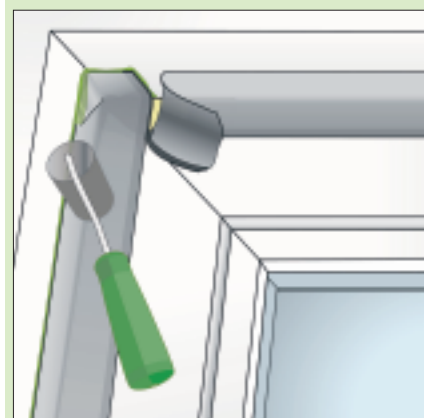

Bild 8: Folie am Baukörper z.B. mit illbruck SP025 Fenster-Folienkleber Öko oder illbruck PU425 Kleber verkleben und mit Andruckrolle andrücken
- Folie fluchtend zum Blendrahmen zur Wand führen und dort mit illbruck SP025 Fenster-Folienkleber Öko oder illbruck PU425 Kleber am Baukörper verkleben und sorgfältig mit Hilfe einer Andruckrolle andrücken. Ecken als Wannen ausbilden (Bild 8).